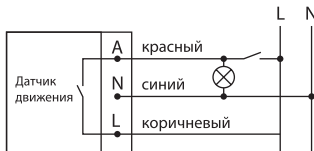

Рисунок 11. Схема с добавлением настенного выключателя в цепь для ручного подключения нагрузки
5.4. При необходимости ручного включения/выключения нагрузки в схему подключения можно добавить настенный выключатель (рисунок 11).